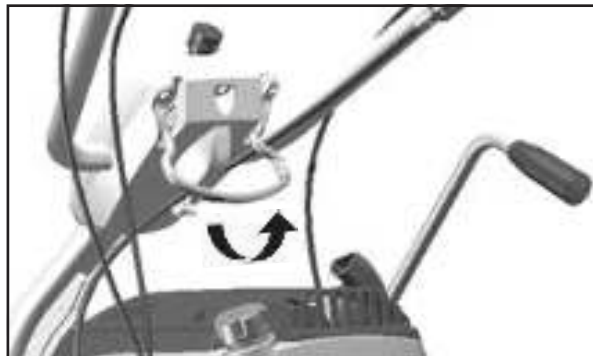

Рис. 11
- Выберите оптимальное и удобное положение рабочей рукоятки (Рис. 11).